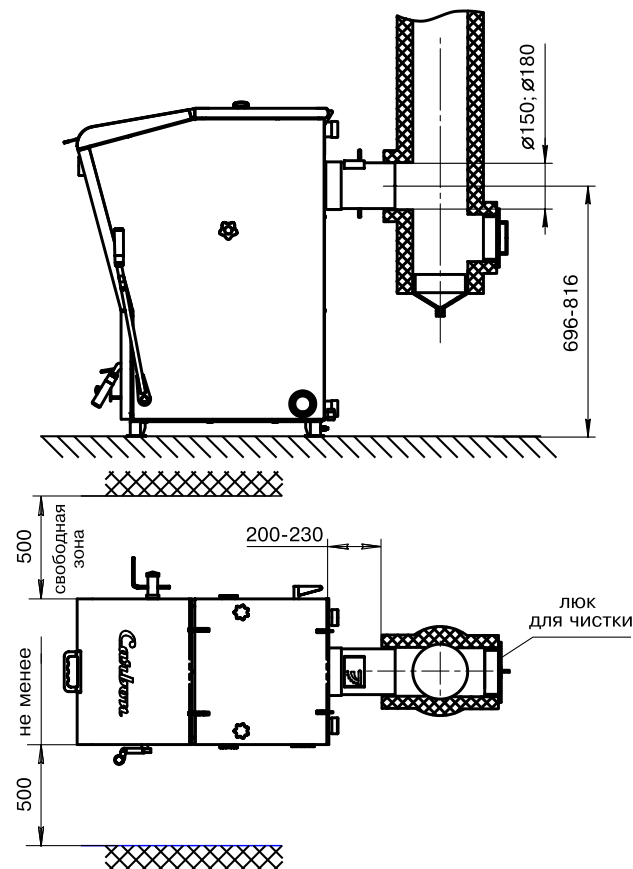

Рис.2 Схема установки котла
6.2.1. Перед установкой котла на сгораемые конструкции здания под котлом и перед его фронтом на 500мм необходима прокладка стальных листов толщиной 0,6 - 1,0 мм по асбестовому или базальтовому картону, толщиной 3-5мм. Схема установки котла показана на рис. 2.